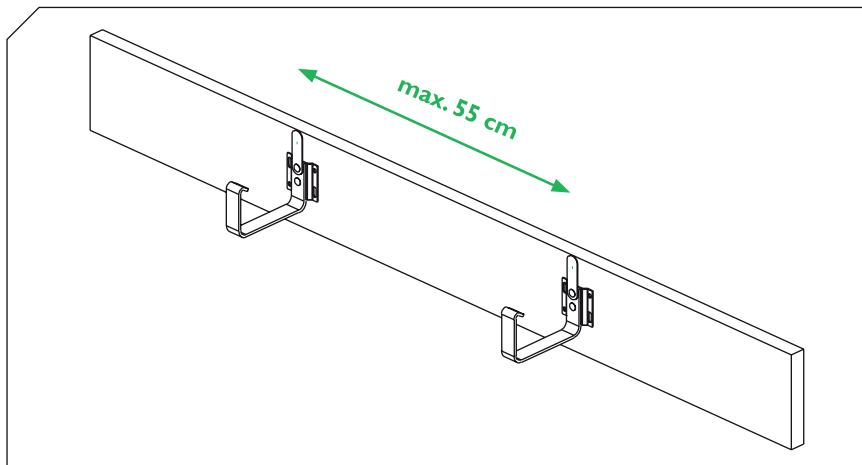

Рисунок 3
2.2. Производитель рекомендует располагать кронштейны на расстоянии не более 55 сантиметров друг от друга (рисунок 3)